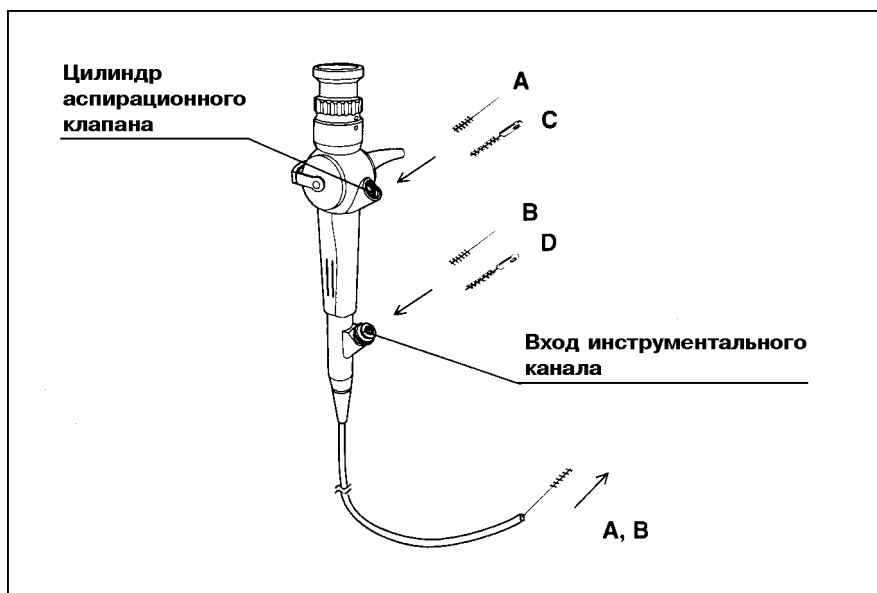

Рис. 7.9.
Производите чистку инструментального/аспирационного каналов, цилиндра аспирационного клапана и входа инструментального канала эндоскопа, погружённого в раствор моющего средства, в следующем порядке (см. рис. 7.9).
2. Введите дистальный конец щётки для чистки канала в отверстие цилиндра аспирационного клапана, как показано на рис. 7.9. Небольшими порциями, постепенно пропустите щётку через канал по всей длине вводимой трубки до появления её дистального конца со щетиной из отверстия на дистальном конце эндоскопа.
2. Введите дистальный конец щётки для чистки канала в отверстие входа инструментального канала, как показано на рис. 7.9. Небольшими порциями, постепенно пропустите щётку через канал по всей длине вводимой трубки до появления её дистального конца со щетиной из отверстия на дистальном конце эндоскопа.
1. Введите дистальный конец щётки для чистки входа инструментального канала в просвет цилиндра аспирационного клапана на половину длины части, покрытой щетиной, как это показано стрелкой «С» на рис. 7.9.
1. Введите дистальный конец щётки для чистки входа инструментального канала (MH-507) в просвет входа до упора рукояткой щётки о бортик входа, как это показано стрелкой «С» на рис. 7.9.